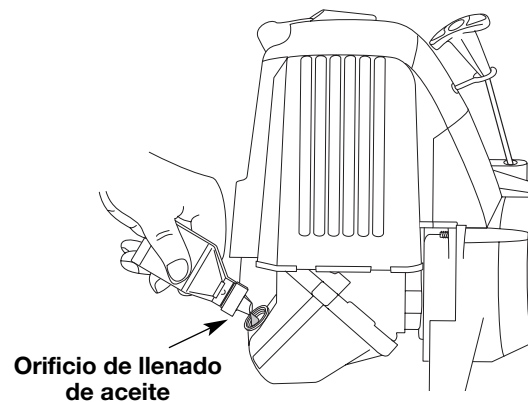

Fig. 8
4. Vierta todo el contenido de la botella de aceite en el cigüeñal (Fig. 8).